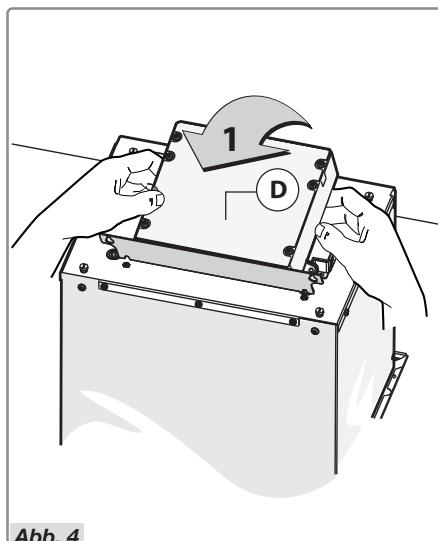

Abb. 4
- Bringen Sie vor der Installation der Abzugshaube die Elektroseinheit in eine aufrechte Position (Abb. 4).